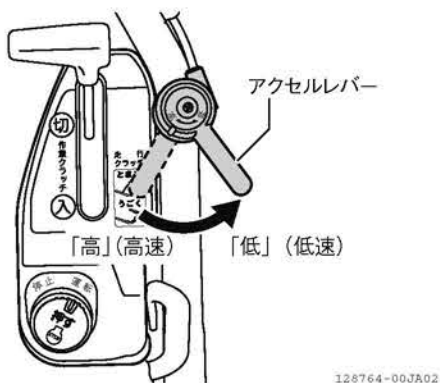

図 2-34 アクセルレバー
3. アクセルレバーを「低」側にします。エンジン回転が下がります。(図 2-34)